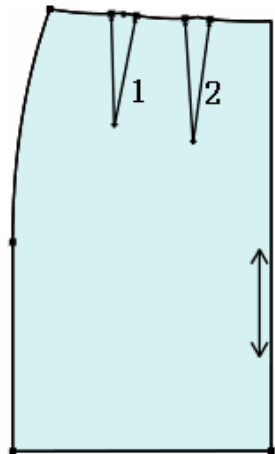
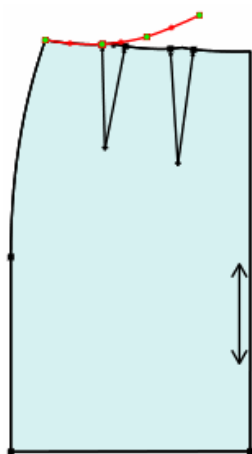

图 1
图 2
1. 如图 1，用该工具依次点击省 1、省 2 后击右键后为图 2；